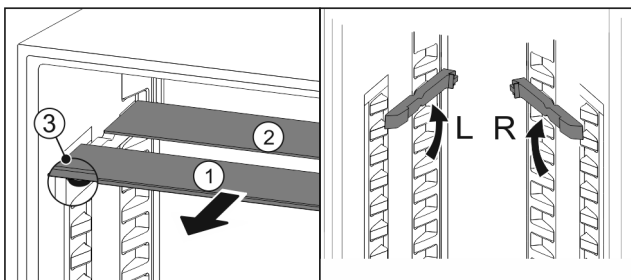

Fig. 58
- ▶ Húzza ki Fig. 58 (1) előre az üveglapokat egyesével.
- ▷ Az üveglap Fig. 58 (1) a díszléccel előre néz.
- ▷ Az ütközők Fig. 58 (3) lefelé mutatnak.